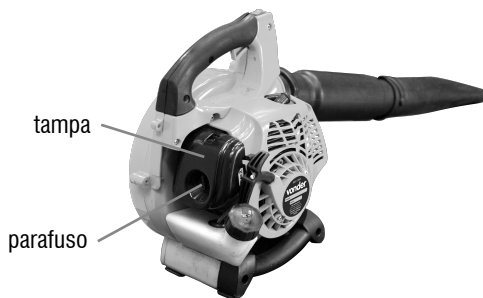

Fig. 8 – Limpeza do filtro de ar
- Solte o parafuso do filtro de ar (Fig. 8).
- Retire a tampa do filtro de ar (Fig. 8).